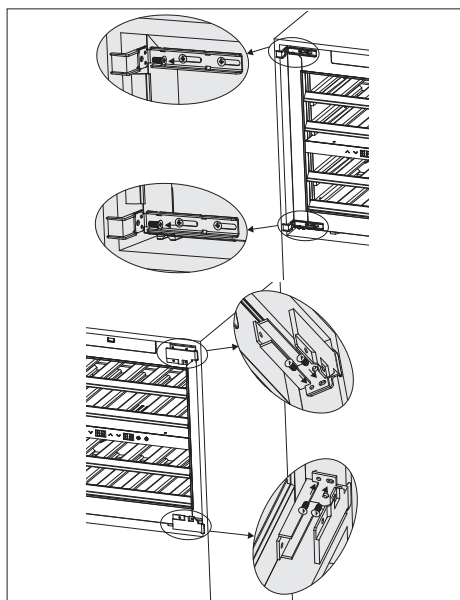

Рис. 7
9. Зафиксируйте устройство в шкафу, вкрутив винты через распорные элементы в монтажные кронштейны (рис. 7).